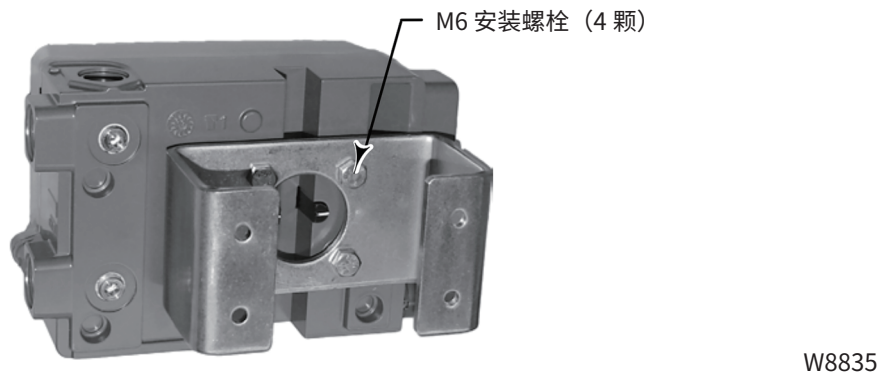

图 9. 对于旋转式执行机构 (带有如图所示的典型安装支架)
GULDE 3800SA 定位器可以安装到任何角行程 (旋转式) 执行机构上, 以及符合 NAMUR 指引的执行机构上。需要安装支架和相关硬件。请参见图 9。
4. 用 4 颗安装螺栓将 GULDE 3800SA 定位器连接至安装支架，如图 9 所示。